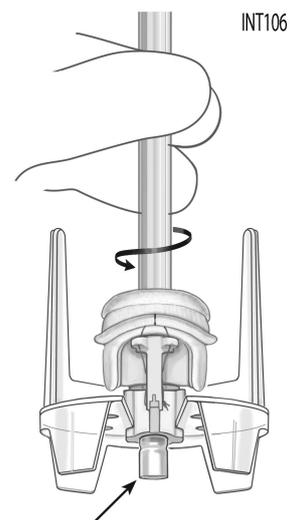

Figura 7
5. Una vez asegurada, quite el manguito y la válvula del recipiente usando la herramienta de inserción. Confirme que el extremo proximal del introductor del balón sale a través del soporte de la válvula como se muestra. Esto es necesario para asegurar la conexión con el sistema de colocación (Figura 7).